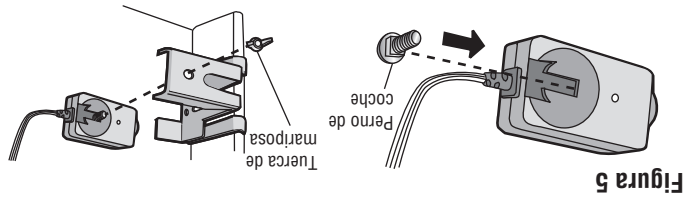

Figura 5
1. Deslice la cabeza de un perno de coche de 1/4 de pulg.-20x1/2 de pulgada dentro de la ranura de los sensores. Use tuercas de mariposa para sujetar los sensores a las mensulas, con las lentes de cada sensor frente a frente a ambos lados de la puerta. Cerciórese de que la extensión de la mensula no obstruya las lentes (Figura 5).